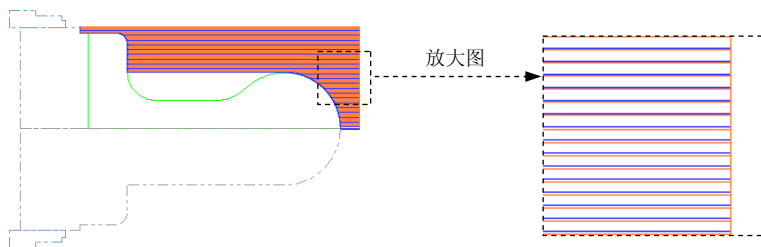

图 8.6 刀具路径
(1) 在“车床粗加工 属性”对话框中单击 **粗加工参数** 选项卡, 然后单击 **L 进/退刀向量** 按钮, 系统弹出“进退/刀设置”对话框。
(2) 在“进退/刀设置”对话框中单击 **引出** 选项卡, 选中 ☒ **L 增加线段** 复选框并单击该按钮, 此时系统弹出“New Contour Line”对话框。
(3) 在“New Contour Line”对话框中的 **Length:** 文本框中输入 15, 在 **Angle:** 文本框中输入 180, 然后单击 ☒ 按钮。
(4) 单击“进退/刀设置”对话框中的 ☒ 按钮, 系统返回至“车床粗加工 属性”对话框。然后在 **素材的辨识** 下拉列表中选择 **使用素材做为外边界** 选项。
Step6. 单击“车床粗加工 属性”对话框中的 ☒ 按钮, 完成参数的设置, 此时系统将自动生成图 8.6 所示的刀具路径。